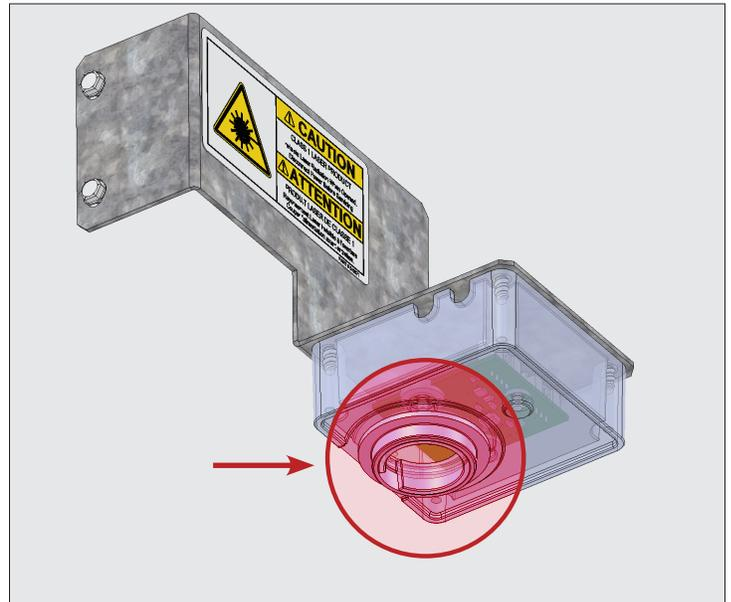

Fig. 2 Ubicazione della lente del sensore per il livello del ghiaccio.
4. Tirare fuori il blocco e ribaltarlo per mostrare la lente. Si veda la Fig. 2.